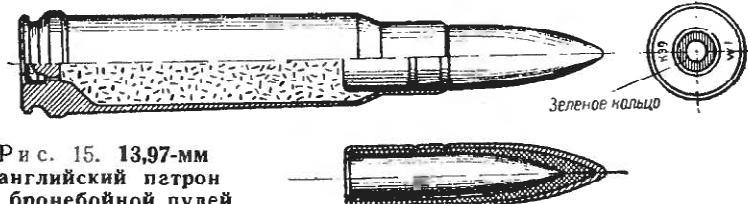

Рис. 15. 13,97-мм английский патрон с бронебойной пулей
4. 13,97-мм английский патрон с бронебойной пулей (рис. 15)